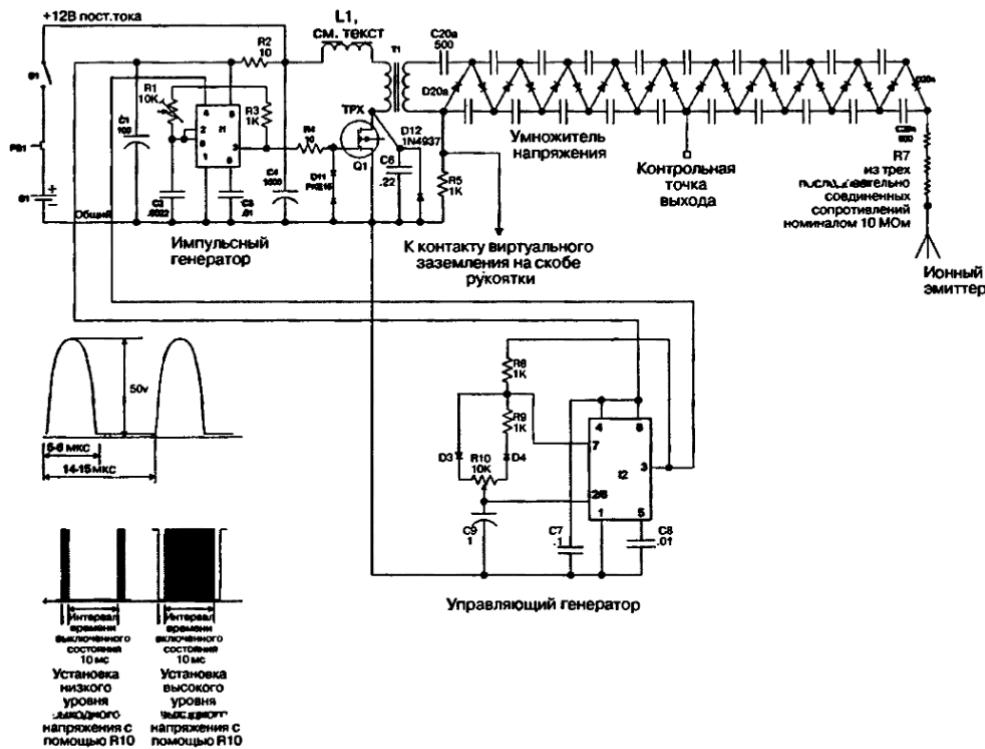

Рис. 22.2. Принципиальная схема ионного лучевого пистолета
Вашему ионному лучевому пистолету потребуется высокое напряжение постоянного тока при очень малом токе нагрузки. Первичный источник напряжения, показанный на рис. 22.2, вырабатывает более 600 мК (600 мА/с). Это очень большое количество зарядов частиц-ионов, и его достаточно для насыщения удара на расстоянии, заряжания предметов, а также выполнения массы необычайных электрических экспериментов. Хотя ток небольшой, случайный контакт с устройством может вызвать безвредный, но болезненный удар.
Выходное напряжение запускающего генератора вырабатывается умножителем напряжения Кокрофта Валтона с 4–10 каскадами умножения. Схема умножителя напряжения названа по имени ученого, который изобрел наиболее популярную схему источника высокого напряжения. Она была использована в первом ускорителе ядерных частиц на заре атомной эры – в тридцатых годах двадцатого столетия. В схеме (см. рис. 22.2) используется 10 каскадов умножения, а в другой подобной схеме (см. рис. 1.2) – 5 каскадов умножения. Количество этих каскадов умножения определяется требуемым высоковольтным напряжением для конкретного устройства. На первую секцию умножителя необходимо подать высокое напряжение повышенной частоты, что обеспечивается трансформатором T1, вырабатывающим на вторичной обмотке высокое напряжение 6–8 кВ частотой около 30 кГц. Этот трансформатор является собственной разработкой фирмы Information Unlimited. По сравнению с вырабатываемой им мощностью это компактный и легкий компонент, так как работает на повышенной частоте 30 кГц.
5. Включите питание и вращением оси резистора R1 настройте его для достижения формы волны (см. рис. 22.2). Искровой разрядник может срабатывать ранее необходимого времени, поэтому его необходимо отрегулировать на величину, соответствующую моменту перед срабатыванием. Обычно это 25–30 кВ.